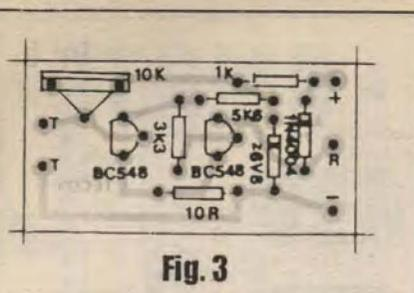

Fig. 3
- FIG. 3 - CHAPEADO DA MONTAGEM - Lado da placa oposto ao mostrado na figura anterior, ou seja: a face não cobreada... Todos os principais componentes lá estão, codificados, estilizados, com seus valores e eventuais polaridades indicados (apenas-não são vistos o NTC e o relê acoplado, que são elementos externos...). Os dois transistores são polarizados, devendo ambos ficarem com seus lados *chatos* voltados para a borda menor da plaquinha junto da qual se encontra o *trim-pot* de ajuste... Também os dois diodos (*zener* e 1N4004) são polarizados, devendo seus lados de **catodo** (marcados por uma faixinha ou anel em cor *contraste*...) ficarem na orientação indicada (virados para a posição ocupada pelo resistor de 1K). Atenção na interpretação dos valores dos resistores que, embora não polarizados, devem ser colocados na placa nos seus exatos lugares... Quanto ao *trim-pot*, convém alargar um pouco os furinhos destinados aos seus terminais, já que estes são um pouco mais *taludos* do que os dos demais componentes... Outra coisa: fica mais fácil a inserção e soldagem das suas *perninhas* se estas forem antes retificadas (*achatadas*) com o auxílio de um alicate de bico, de modo a eliminar aquela sua natural disposição em "S", de difícil acomodação na placa... Manter os *corpos* de todas as peças mostradas bem rentes à placa (na medida em que os tamanhos dos seus terminais o permitir, sempre sem *forçar*